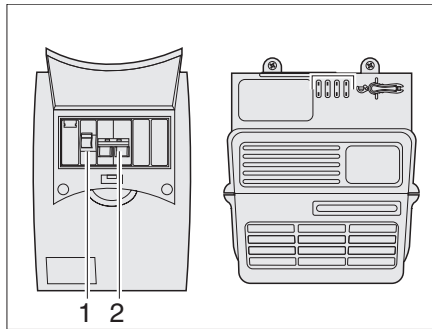

Bild 97 230-V-Sicherungskasten
Die Hauptsicherung (Bild 97,2) sichert den 230-V-Eingangstrom mit max. 10 A ab. Zusätzlich befindet sich ein Fehlerstrom-Schutzschalter (Bild 97,1) im Sicherungskasten.
- 230-V-Leitungsschutzschalter (siehe Bild 97) und Hauptschalter Batterie (siehe Bild 91,9) kurz ein- und ausschalten, um den Stromfluss zu unterbrechen.